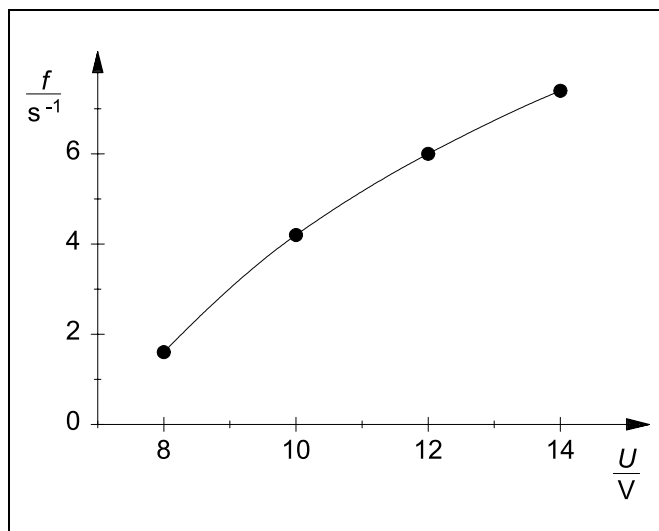

Fig. 4 Vitesse de rotation  $f$  du moteur à air chaud non freiné en fonction de la tension de chauffage  $U$
Le rendement  $\eta$  se détermine à partir des deux dernières grandeurs, conformément à (IV) (voir tab. 4). Les fig. 4 à 6 montrent les dépendances sous forme graphique.